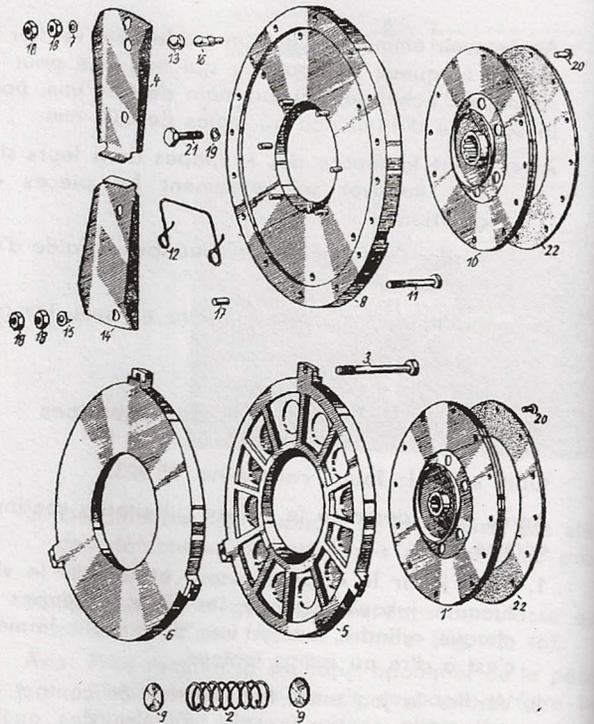

Fig. 50
L'embrayage à double effet (fig. 50) est incorporé au volant moteur. Il comporte un disque pour l'embrayage du moteur (1) et un disque pour l'embrayage de la prise (10). Sur chacun de ces disques est rivetée la garniture (22). Les ressorts (2) se trouvent entre les deux plateaux de pression (5,6) qui font pression par leurs faces extérieures sur les deux disques. Le plateau de fermeture (8) de l'embrayage est serré contre le volant moteur par les vis (21). Le levier du débrayage du moteur (4) est emmanché sur la vis (3) de débrayage et freiné par deux écrous (18); il prend d'appui sur la goupille d'appui (16) et sur le chapeau d'appui (13). Le levier de débrayage de la prise de force (14) est emmanché sur l'entraîneur (11) et il est freiné par les deux écrous (18) et la cale à bec (15); elle prend d'appui sur la goupille de débrayage (17). Sur chaque levier se trouve un ressort tendeur (12).